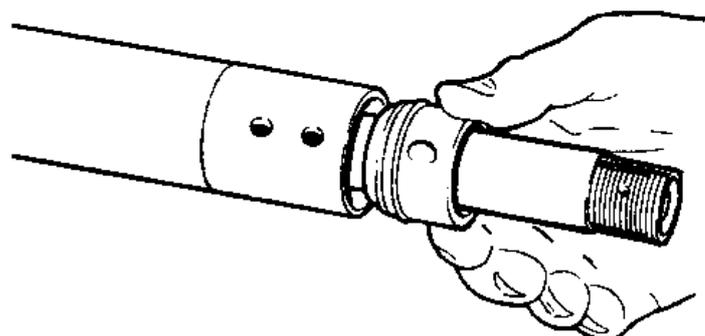

Рис.11.41. Снимите опорный подшипник рейки (Разд.35)
14. Потяните рейку в направлении корпуса подшипника и извлеките ее из внутренней трубки. Снимите с рейки опорный подшипник (Рис.11.41).